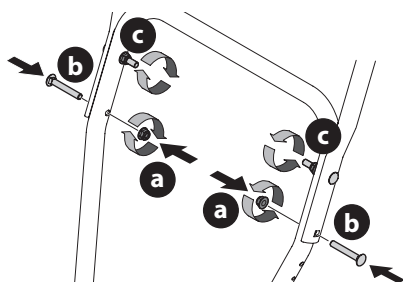

Figure 5
6. Installez les deux boulons de carrosserie (b) et les écrous (c) retirés à l'étape 2. Serrez les deux écrous supérieurs (c) que vous avez desserrés à l'étape 2 pour fixer la poignée. Voir Figure 5 ou Figure 6 selon les supports latéraux de votre modèle.